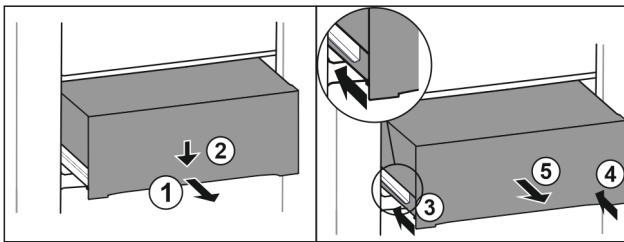

Fig. 127
- ▶ Schubfach halb herausziehen. Fig. 127 (1)
- ▶ Schubfach an der Vorderseite nach unten drücken. Fig. 127 (2)
- ▶ Linke Schiene etwa 2 cm einschieben. Fig. 127 (3)
- ▶ Rechte Schiene etwa 2 cm einschieben. Fig. 127 (4)
- ▶ Schubfach nach vorne entnehmen. Fig. 127 (5)